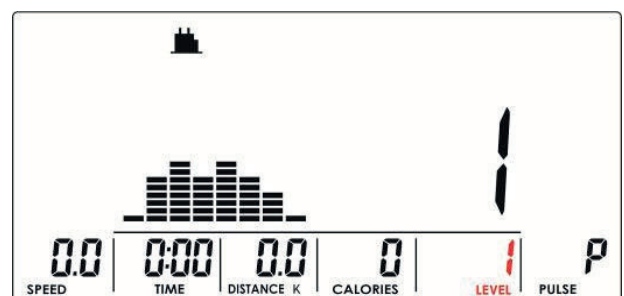

Abbildung 10
- + Sie können optional den Grundwiderstand aller Segmente des ausgewählten Profilprogramms erhöhen. In dem Fall wird der Widerstand für jedes Segment entsprechend des ausgewählten Widerstandslevels erhöht. Der Standardwert beträgt 1 (Abb. 10).